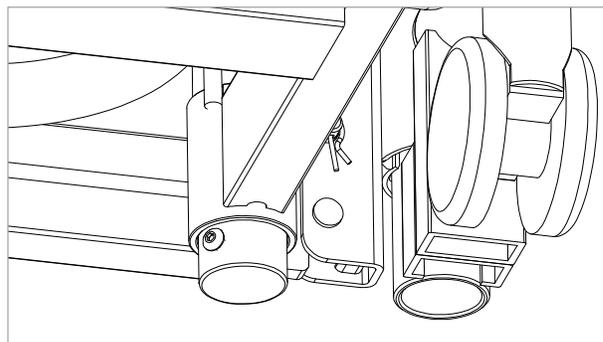

Figure 6.6
5. Une fois la vis installée, la potence doit être entièrement fixée (voir Figure 6.6).